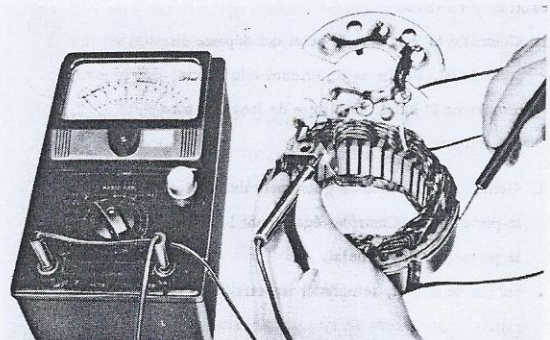

Fig. 6-48 Contrôle de mise à la masse du bobinage de stator.
1. Contrôler l'isolement du stator. Connecter l'appareil de contrôle entre le bobinage de stator et le noyau de stator. Si l'aiguille de l'appareil bouge, le bobinage est à la masse. Dans ce cas, réparer ou remplacer l'ensemble de stator. (Voir Fig. 6-48).